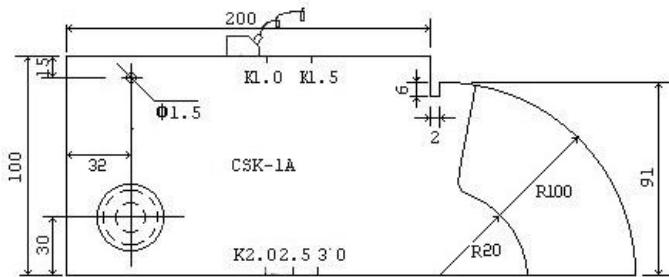
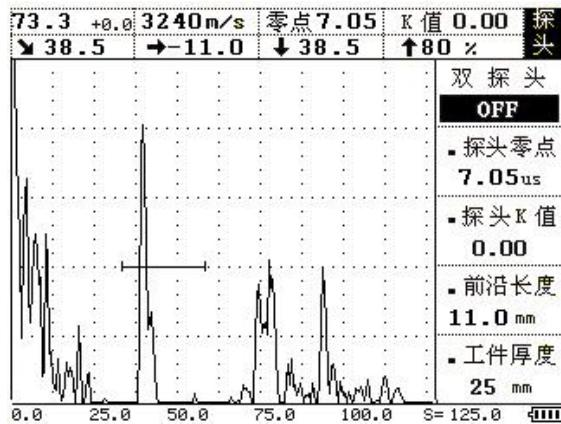
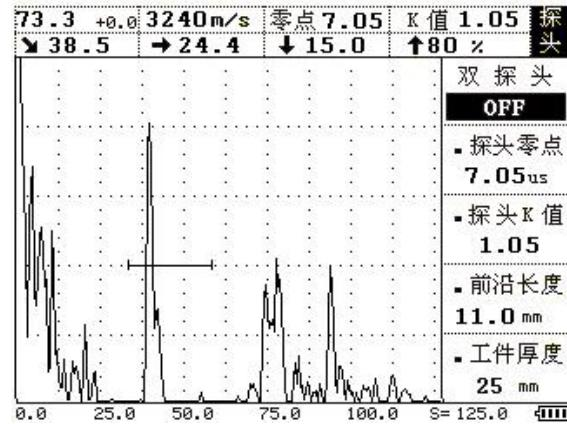

图 4-7
图 4-8
图 4-9
5、校准探头 K 值（角度）：将探头放在试块上并移动如图 4-7，使得 $\phi 1.5\text{mm}$ 的圆弧面的反射回波达到最高，在屏幕的右上显示垂直深度值，如这一数值不等于 15mm，如图 4-8，按 **探头** 键进入探头菜单，按 **▲** (上)或 **▼** (下)键调整到探头 K 值子菜单，再用 **◀** (左)或 **▶** (右)键调整，使数值等于 15mm。或者直接按 **波峰记忆** 键，自动校准探头 K 值。如图 4-9 所示探头 K 值校准完成。